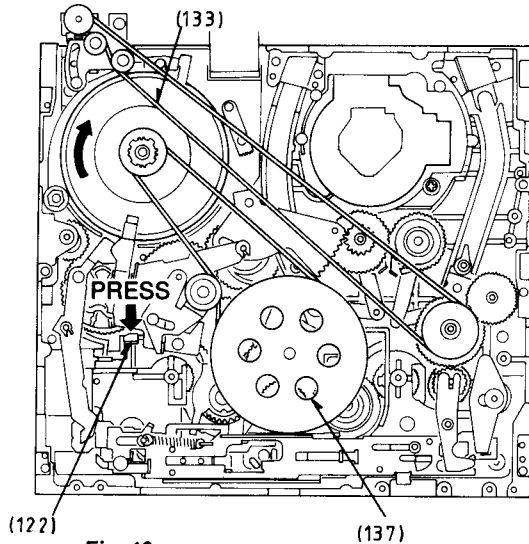

Fig. 19
- Umstellhebel (122) drücken und Capstanrotor (133) im Uhrzeigersinn drehen bis der Einfädelvorgang abgeschlossen ist (Fig. 19). Dabei den Umschalthebel (122) wiederholt ausrasten.
- Press the change-over lever (122) and rotate the capstan rotor (133) in the clockwise direction until the loading-in process is completed (Fig. 19). In doing so, disengage the change-over lever (122) repeatedly.